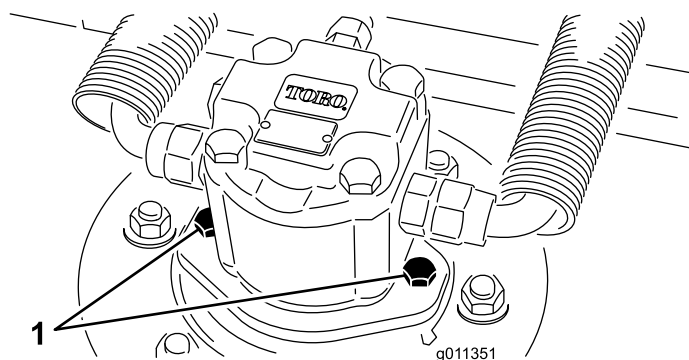

図 10
2. デッキから油圧モータを外す（図 10）。異物につかないように、スピンドル上部にはカバーを掛けておく。
4. デッキに油圧モータを取り付ける（図 10）。Oリングを忘れずに、また、損傷させないように注意して取り付ける。